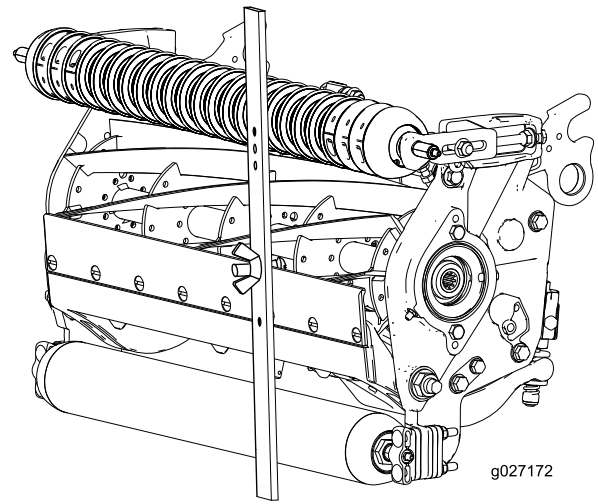

Figura 17
4. Prenda a cabeça do parafuso à extremidade cortante da lâmina de corte e apoie a extremidade traseira da barra no rolo traseiro (Figura 17).
5. Rode o parafuso de ajuste até que o rolo entre em contacto com a dianteira da barra indicadora (Figura 17).